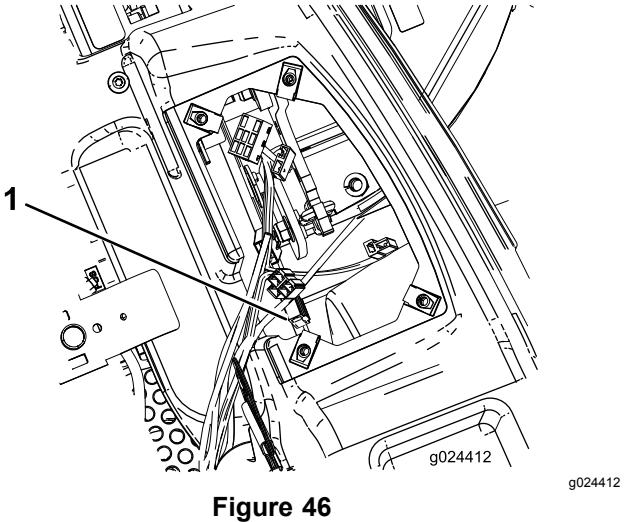

Figure 46
3. Tirez le fusible du moteur bien droit hors du porte-fusibles (Figure 46).